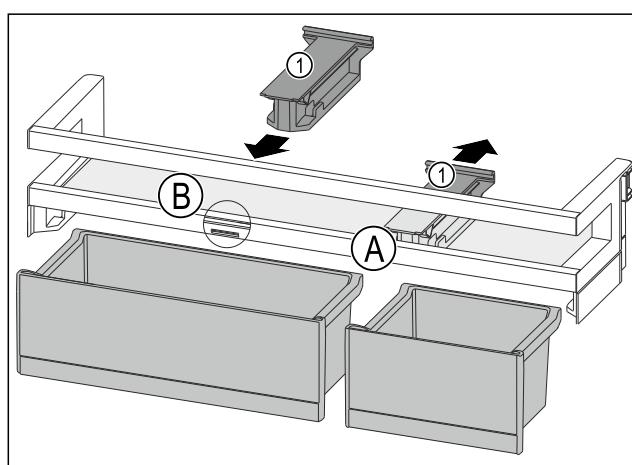

Fig. 122
- ▶ Retirer la pièce de retenue Fig. 122 (1) en position Fig. 122 (A) vers l'arrière.
- ▶ Mettre la pièce de retenue Fig. 122 (1) en position Fig. 122 (B).